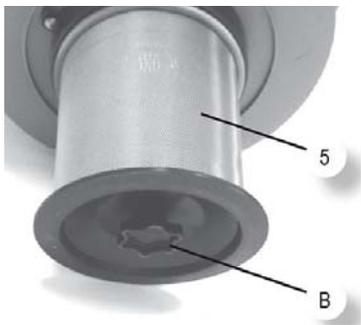

Fig.17: Retirar el flotador
Paso 1: Abra y levante los ganchos laterales del cabezal del motor (1). Paso 2: Afloje el tornillo (B, Fig.17).
Paso 3: Retire la rejilla del filtro (5, Fig.17).